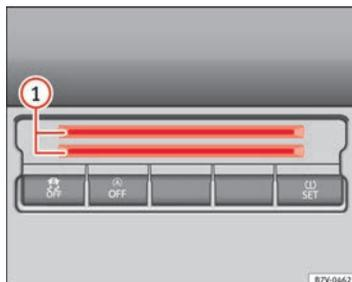

Fig. 107 Partie inférieure de la console centrale : rangement pour cartes.
Dans la partie inférieure de la console centrale se trouve un rangement ⇒ fig. 107 ① pour de la monnaie, des cartes, des tickets de parking ou autres.